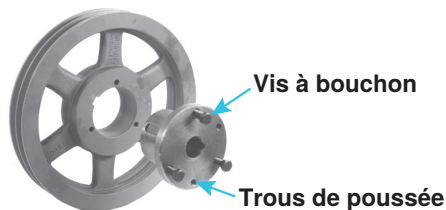

Figure 23. Bague conique fendue
- (1) Il y a trois vis d'assemblage dans la bague, et il y a deux trous qui n'ont pas de vis. Ces derniers trous sont des trous de poussée (voir Figure 23). Retirez les trois vis d'assemblage.
- (2) Insérez deux des vis d'assemblage dans les trous de poussée. Vissez ces deux vis également jusqu'à ce que la poulie soit lâche.
- (3) La poulie peut maintenant être retirée de l'arbre.